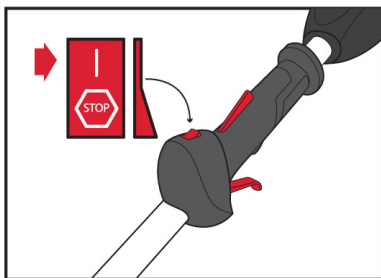

Fig. 4B
1. Situar el botón de puesta en marcha en la posición de "MARCHA (1)". (Fig. 4B)